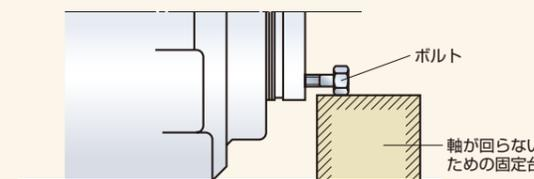

図4 軸固定法
- ボーリングバー取付用ボルトをねじ込み、軸が回らないようセットする(図4参照)。